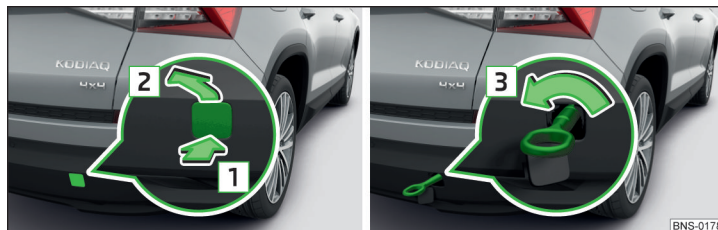

Fig. 347 Retirer le cache / monter l'oeillet de remorquage
- Pour **enlever** le cache, appuyez sur le cache dans le sens de la flèche **1** et enlevez celui-ci dans le sens de la flèche **2** » fig. 347.
- Pour le **montage**, vissez l'œillet de remorquage manuellement à fond dans le sens de la flèche **3** » fig. 347.